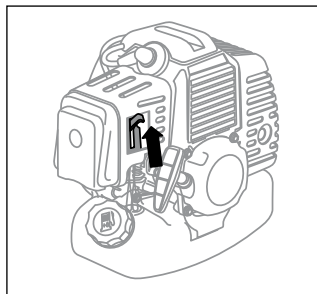

Рис. 12
4. Переведите рычаг воздушной заслонки в верхнее положение – ||| «Закрыто» (рис. 12).
7. Переведите рычаг воздушной заслонки (рис. 12) в нижнее положение ||| «Открыто».
1. Переведите рычаг воздушной заслонки в нижнее положение – ||| «Открыто» (рис. 12).